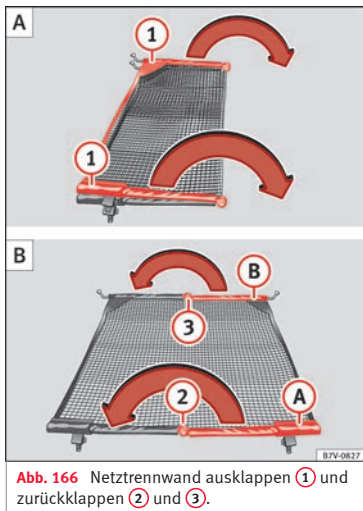

Abb. 166 Trennnetz ausklappen ① und zurückklappen ② und ③.
Querstangen der Trennnetz » Abb. 166 ① in Pfeilrichtung ganz auseinander klappen, bis ein „klickendes“ Geräusch hörbar ist..
- Entriegelungsknopf »» **Abb. 166** ② drücken und Querstange **A** bei gedrücktem Entriegelungsknopf in Pfeilrichtung einklappen.
- Entriegelungsknopf »» **Abb. 166** ③ drücken und Querstange **B** bei gedrücktem Entriegelungsknopf in Pfeilrichtung einklappen.